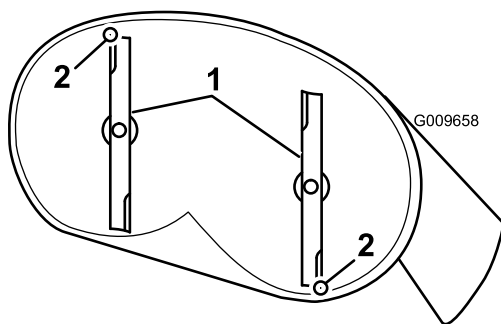

Figura 49
- Gire cuidadosamente las cuchillas colocándolas en el sentido de avance de la máquina (Figura 49).
5. Mida entre la punta de la cuchilla delantera y la superficie plana y entre la punta de la cuchilla trasera y la superficie plana (Figura 49). Si la punta de la cuchilla delantera no está entre 1,6 y 7,9 mm (1/16 y 5/16 pulg.) más baja que la punta de la cuchilla trasera, ajuste la contratuerca delantera.
7,9 mm (1/16 y 5/16 pulgada) más baja que la punta de la cuchilla más atrasada (Figura 49).